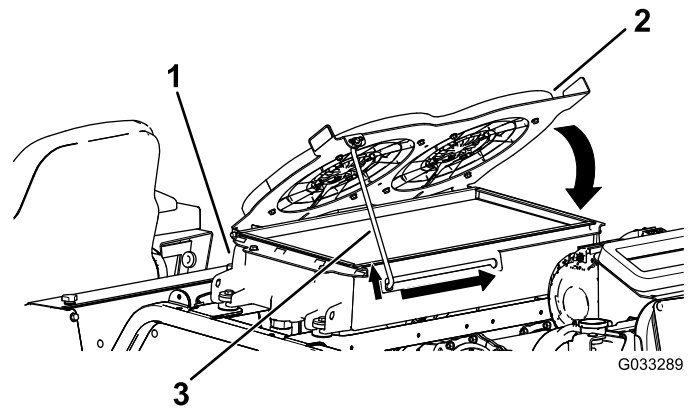

Figura 110
4. Gire hacia abajo los ventiladores de refrigeración del sistema hidráulico, y enganche la varilla de sujeción en la muesca (Figura 110).